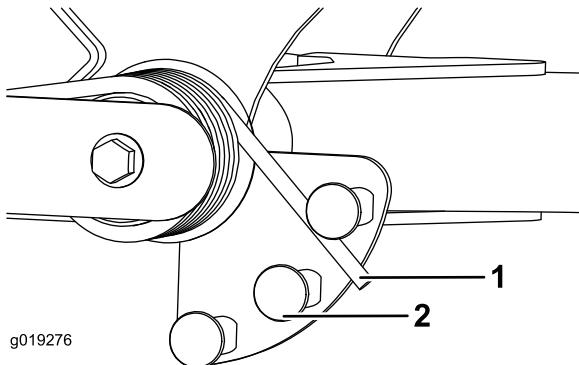

Figura 67
- Coloque un tubo u otro objeto similar sobre el extremo largo del muelle y gírelo alrededor del actuador del muelle a la posición deseada (Figura 67).